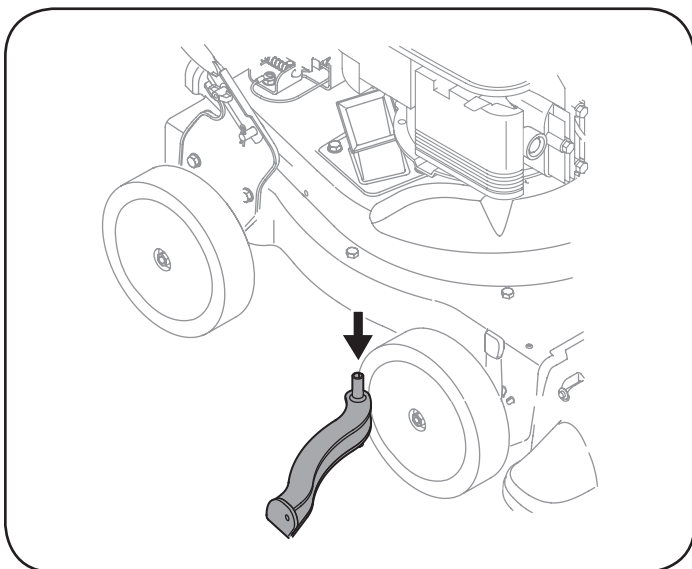

Figura 18
6. Saque el tornillo de cabeza hexagonal de la parte superior de la caja posterior cerca del soporte de montaje, y la tuerca de seguridad de la brida que une la pantalla de desgranado. Vea la Figura 18.
7. Saque la pantalla y límpiela con un cepillo o lávela con agua. Vea la Figura 18.